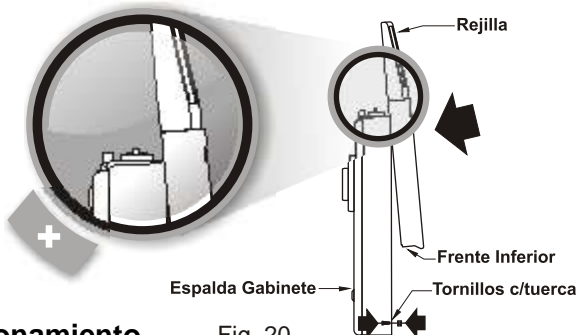

Fig. 20
- Deslice el **Frente del Gabinete** desde arriba hacia abajo insertando las 2 lengüetas superiores del **Frente** en las ranuras ubicadas en la parte superior de la **Espalda**. **Asegúrese que el frente gabinete se apoye por delante de la pestaña de la espalda (Fig. 20).**